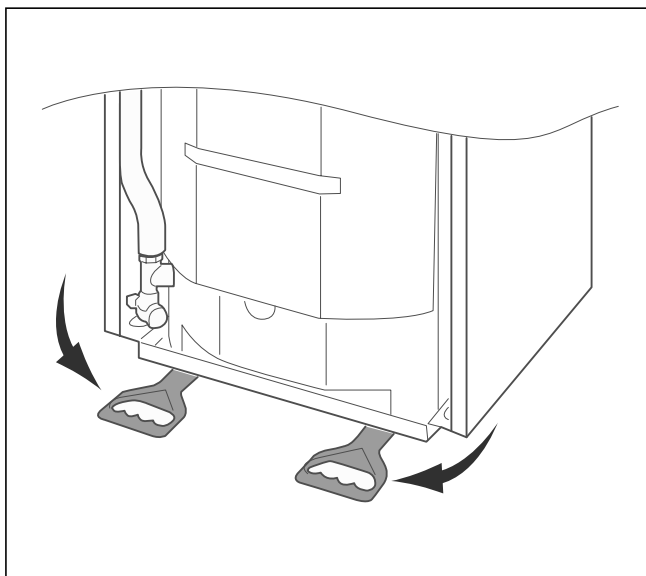

Рис. 4.2 Транспортировочные ручки
- Возьмите аппарат снизу и поверните транспортировочные ручки вперед (см. рис. 4.2). Обратите внимание на то, чтобы установочные ножки были привинчены до упора.